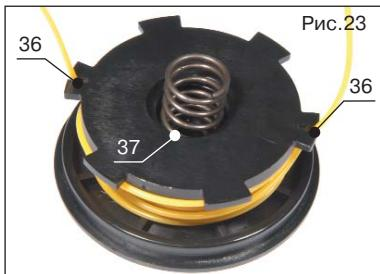

Рис.23
7. Проденьте оба конца лески через две прорези (поз.36, рис.23), расположенные на верхней части катушки.
8. Установите на катушку упругую пружину (поз.37, рис.23).
10. Вставьте катушку в шпулю и натяните концы нейлоновой лески, так чтобы обе лески вышли из прорезей (поз.36, рис.23).